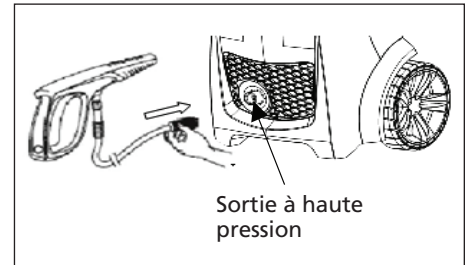

Figure 16 - Attachez le tuyau haute pression à la sortie haute pression (modèle PW1825 uniquement)
5. Attachez le tuyau haute pression au pistolet (voir la figure 16).
10. Attachez le tuyau haute pression au pistolet (voir la figure 16).